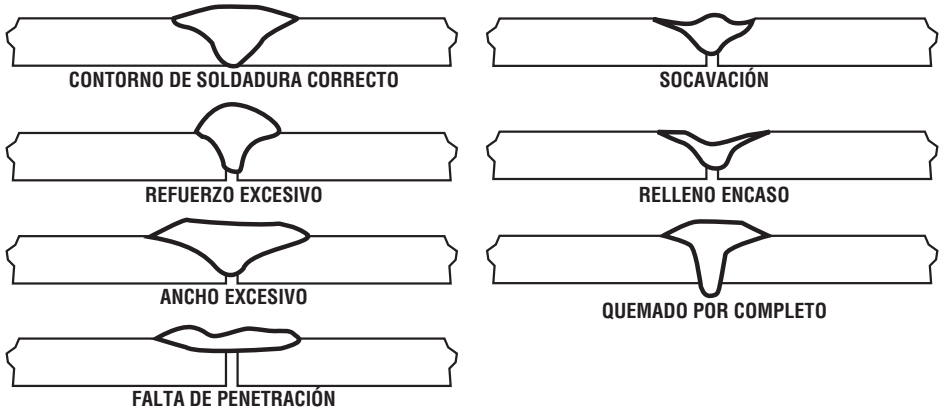

Figura 16: Características de juntas soldadas de forma correcta e incorrecta
7. Debido a que el ángulo de la llama de la boquilla está precalentando los metales delante de la soldadura, la última  $1/2''$  (12,7mm) de la soldadura es fundamental. Aumente la adición de la varilla de metal de aportación para asegurar una soldadura completa y pareja. Remítase a la figura 16 para observar las características visuales de una junta soldada de forma correcta e incorrecta.